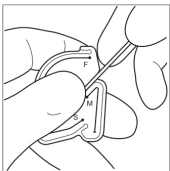
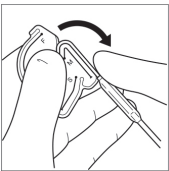

图 10：开始上颌窦弯曲塑形
图 11：完成上颌窦弯曲塑形
– **使用弯曲工具形成上颌窦弯曲**：在装置进行上颌窦弯曲塑形之前，装置应接近直线，如蝶窦弯曲相关图所示。用一只手拿住弯曲工具，将球形头放入弯曲工具中的球支托中（图 10）。将一根手指放在吸引头上约 2 cm 标记处，用该手指形成上颌窦弯曲（图 11）。